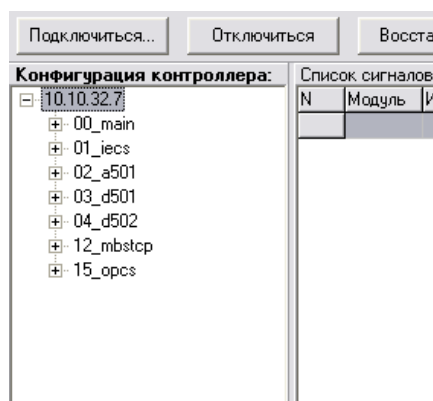

Рис. 9.2 Необходимая конфигурация контроллера
2. Считайте конфигурацию контроллера. В контроллере может быть загружена конфигурация, не удовлетворяющая нашим требованиям. В этом случае нам необходимо будет ее изменить. Конфигурация, которая будет удовлетворять нашим требованиям, показана на Рис. 9.2.
3. Создайте конфигурацию, аналогичную той, которая приведена на Рис. 9.2.
8. Создайте новый сигнал в закладке выходных сигналов модуля 12_mbstcp. Для этого откройте закладку «12_mbstcp->Сигналы->Сигналы выходные». Нажмите на поле сигналов правой кнопкой мыши и выберите в появившемся меню пункт «Добавить сигнал». Опишите сигнал согласно рис.9.2.